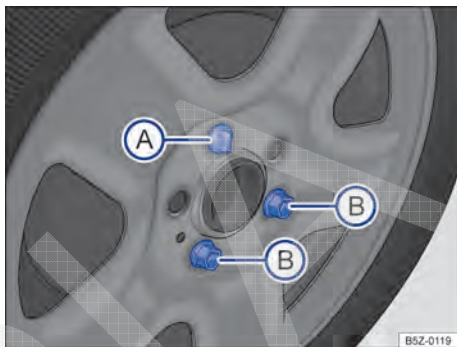
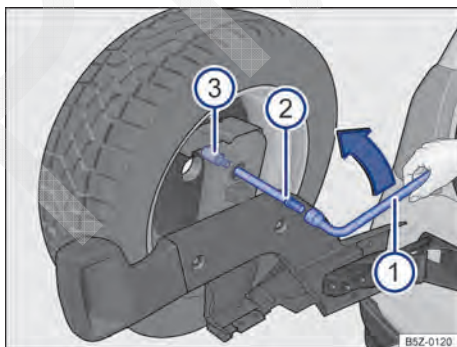

Fig. 140 Fixação da roda de emergência.
Fig. 141 Esquema para fixação do parafuso anti-furto.
- Com o auxílio da chave de roda, remover os parafusos → Fig. 140 (B).
- Para remover o parafuso anti-furto → Fig. 140 (A), introduzir o adaptador no alojamento do parafuso anti-furto → Fig. 141 (2), até encaixá-lo totalmente.
- Posicione a chave de roda (1) no adaptador (2) até o batente.
- Girar a chave de roda no sentido anti-horário para soltar a bucha roscada ③.